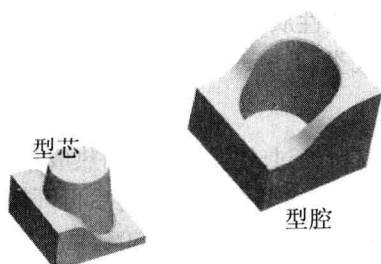

图 1-2 模具成型零件
- 成型零件：直接与塑料接触构成塑件形状的零件称为成型零件，它包括型芯、型腔、螺纹型芯、螺纹型环、镶件等。其中，构成塑件外形的成型零件称为型腔，构成塑件内部形状的成型零件称为型芯，如图 1-2 所示。